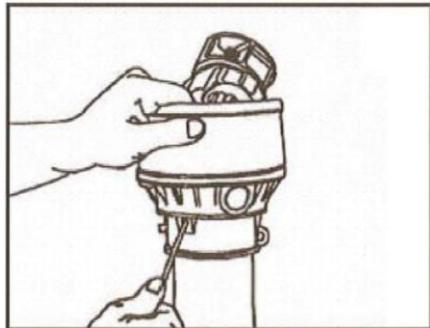

Рис. 44. Доступ к вилке приводного карданныго вала
- Чтобы освободить вилку приводного карданныго вала, нажмите на 3 язычка торцевого уплотнения вниз в месте его посадки и снимите защитную воронку вдоль защитной трубы (Рис. 44).